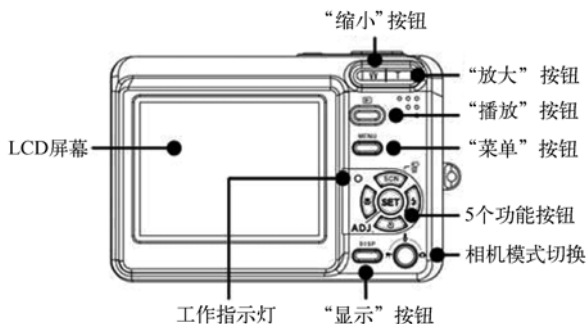

图 2-38 爱国者 DC-V600 数码相机的按键说明
① 拍摄前注意设定好相机的参数。大多数数码相机都在设置菜单中提供多种设定值。包括图像分辨率、聚焦方式、光圈、快门等项目，其中最常用的是图像分辨率。多数相机都有一个默认的设置，如果有一段时间未使用相机，重新开机时，默认设置会自动生效。因此，每次拍摄之前，特别是更换电池之后，必须重新检查一次相机的设置菜单，确认图像分辨率、光圈等的设置，否则，极有可能拍出的照片达不到预期的效果。图 2-38 所示为爱国者 DC-V600 数码相机的按键说明；图 2-39 和图 2-40 所示为佳能单反数码相机 40D 及主要按键功能说明。